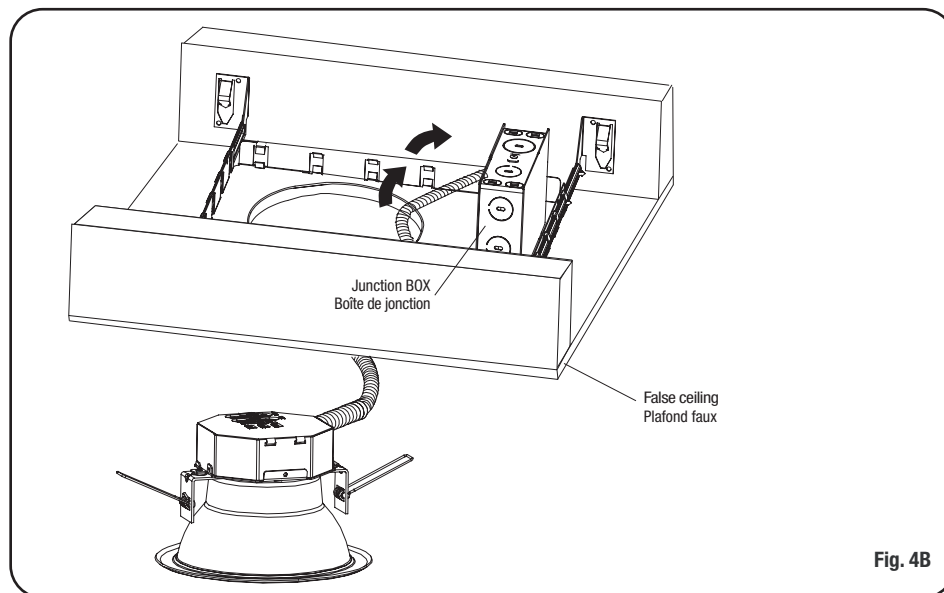

Fig. 4B
6. Pass the junction box through the opening and install it inside the false ceiling on the mounting frame (Fig. 4B).
6. Passer la boîte de jonction à travers l'ouverture et l'installer dans le plafond sur le cadre de montage (Fig. 4B).